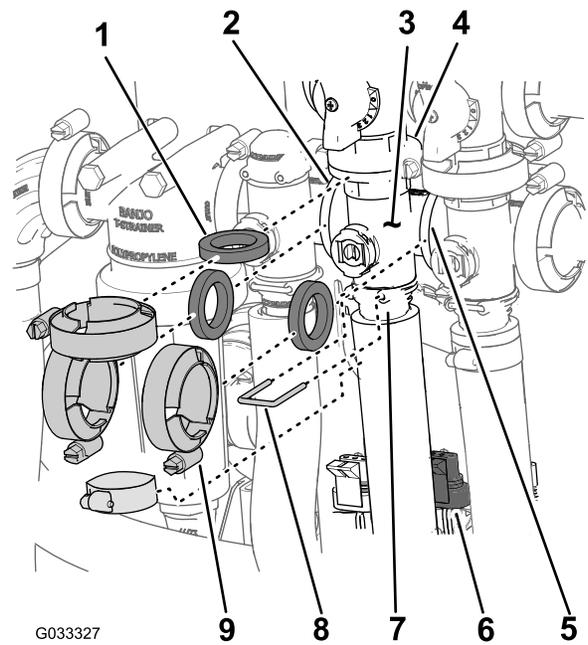

図 64
- 攪拌バルブ用のマニホルド 図 64 を攪拌バイパスバルブ、散布量制御バルブ、マスターブームバルブおよびアダプタフィッティングに固定しているクランプとガスケットを外す。
- 攪拌バルブ用のマニホルドに出口フィッティングを固定しているリテーナを外す 図 64。